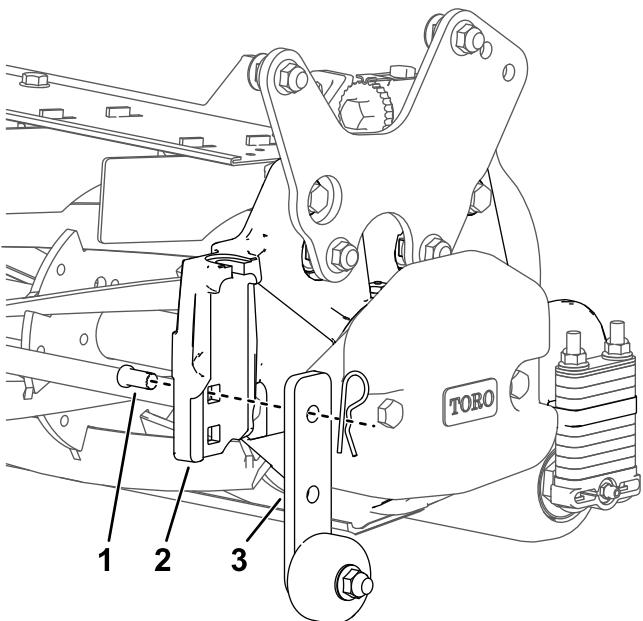

Figura 18
- Desça os suportes do rolo de oficina antes de a unidade de corte ser descida para o chão da oficina ou removida da unidade de tração (Figura 18).